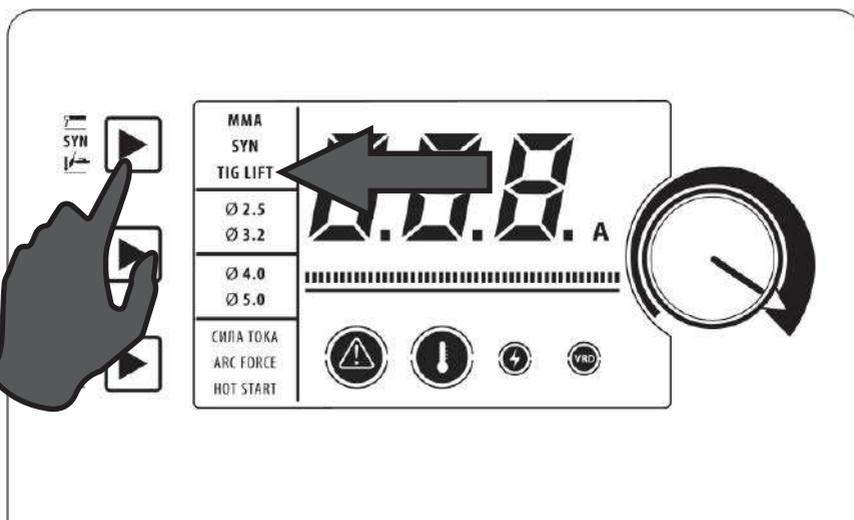

Рис. 9.1.1. Выбор режима сварки.
4. Перейдите в режим TIG Lift (см. рис. 6.1.1, поз. 1) на передней панели сварочного аппарата (см. рис. 9.1.1).